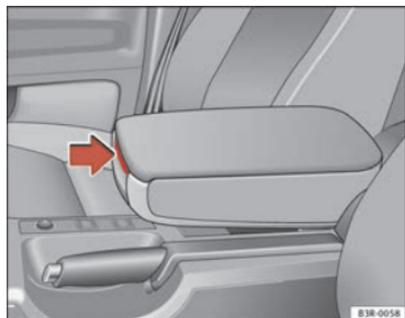

Fig. 114 Apoio de braços entre o banco do condutor e o do passageiro
- Prima a alavanca de desbloqueio ⇒ fig. 114.